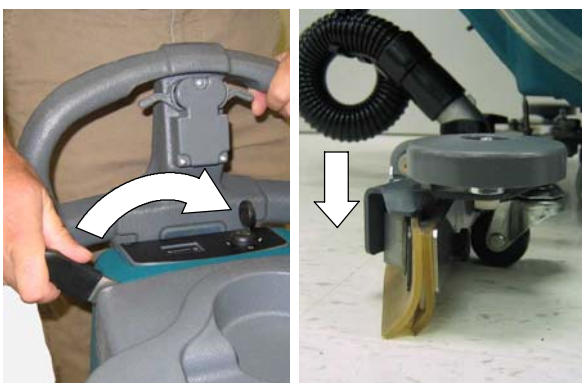

図 17
2. スクイジーリフトレバーを左に移動し、スクイジーアセンブリを床に下ろしてください (図17)。バキュームモーターが自動的に作動します。